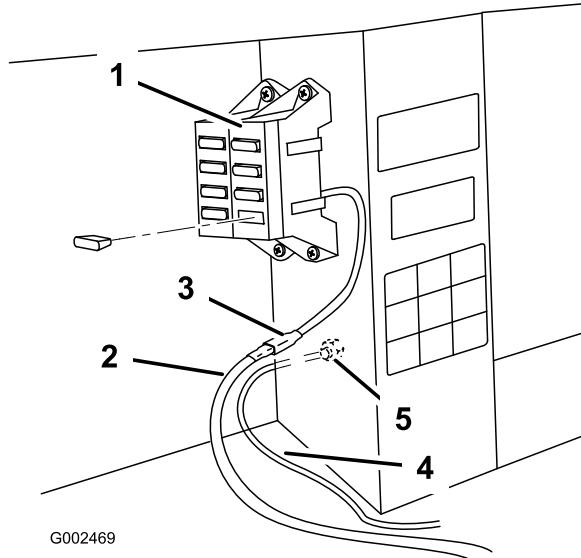

Figura 22
2. Conege el anillo del cable negro al perno de tierra (Figura 22).